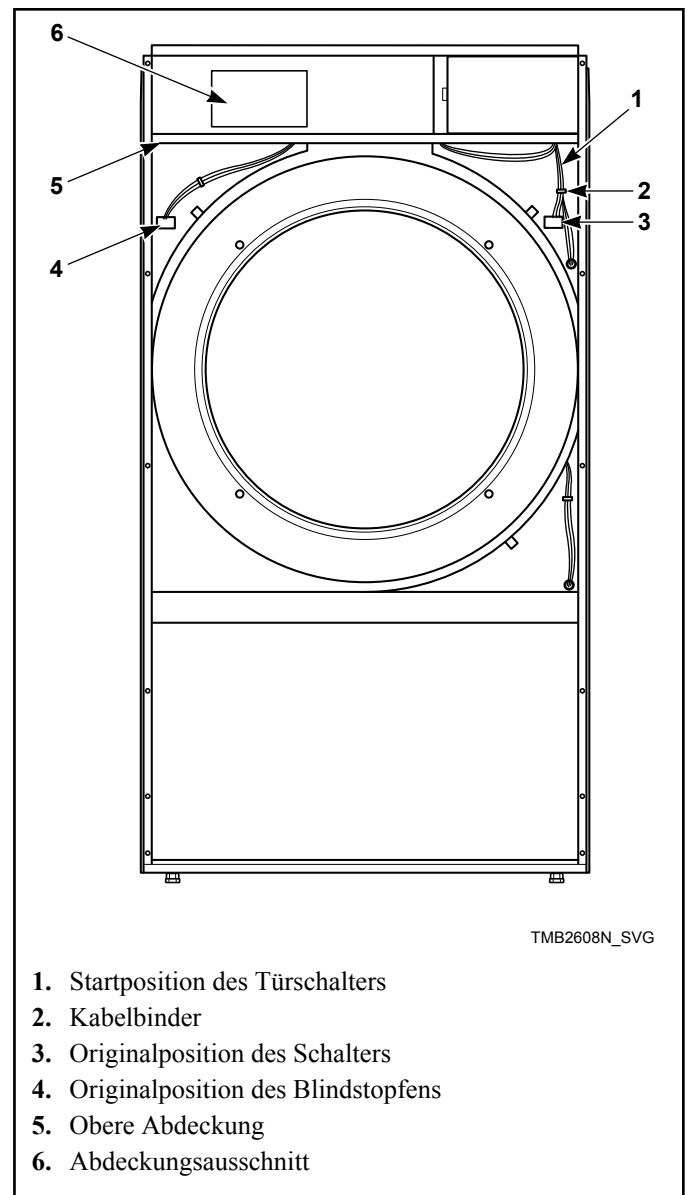

Abbildung 10
7. Die Kabelbinder durchschneiden, um den Türschalter-Kabelbinder zu entfernen. Darauf achten, die Kabel im Kabelbaum nicht zu beschädigen. Siehe *Abbildung 10*.